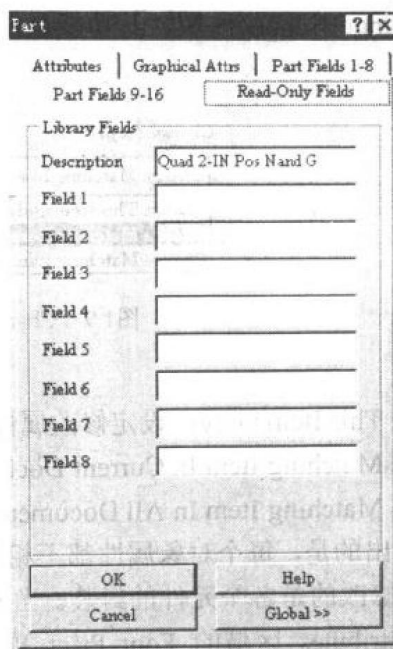

图1.7 Read-Only Field页
(4) Read-Only Field 页，见图 1.7。该页面的功能是设置元件的只读属性，其中的文字不能修改。